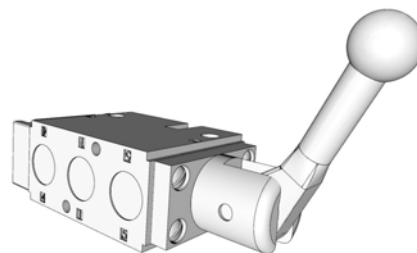

FIG. 16
- Рукоятка извлечена: барабан приводится в действие (Fig. 16).